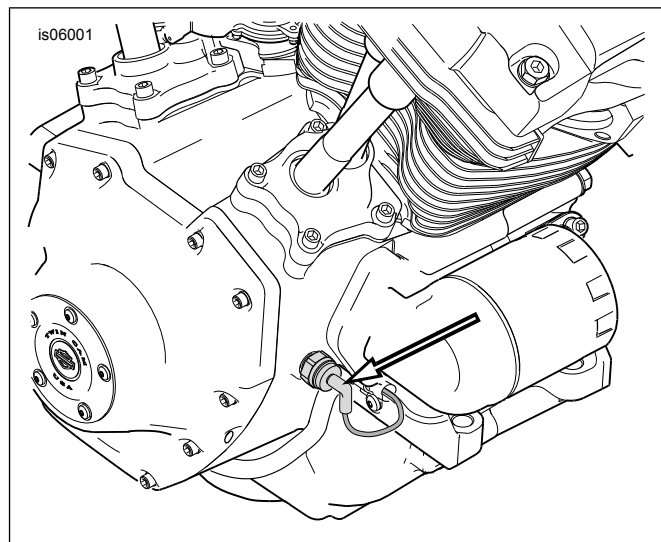

Abbildung 1. Lage Öldruckschalter (typisch)
1. Siehe Abbildung 1. Den Steckverbinder vom Öldruckschalter abklemmen. Den Schalter ausbauen und entsorgen. Altes Gewindegewandemittel aus der Gewindeöffnung entfernen.